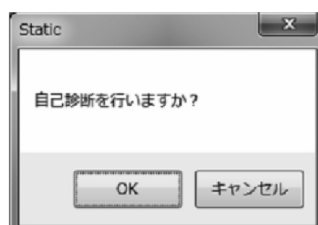

図118
- ③ 「OK」 ボタンをクリックします。クリックすると、メッセージボックス(図118)が表示されます。